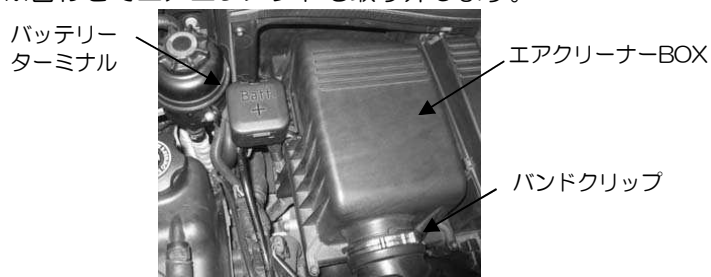

図 1
- 1) エアクリーナー-BOX サクション接続部のバンドクリップ、クリーナー-BOX 横のバッテリーターミナルを取り外します、上側へスライドさせるように取り外します。図 1 参照